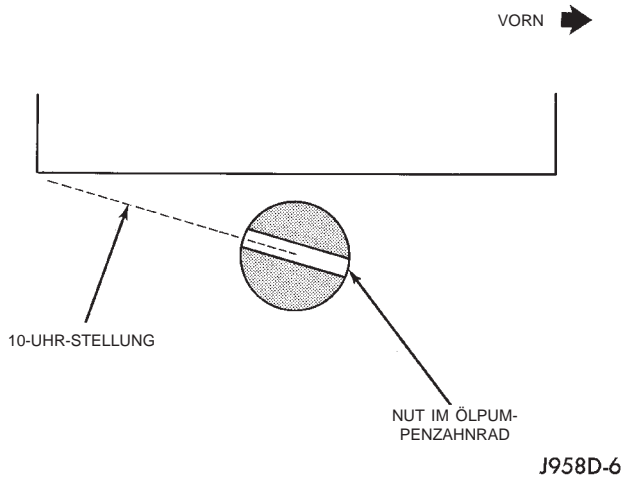
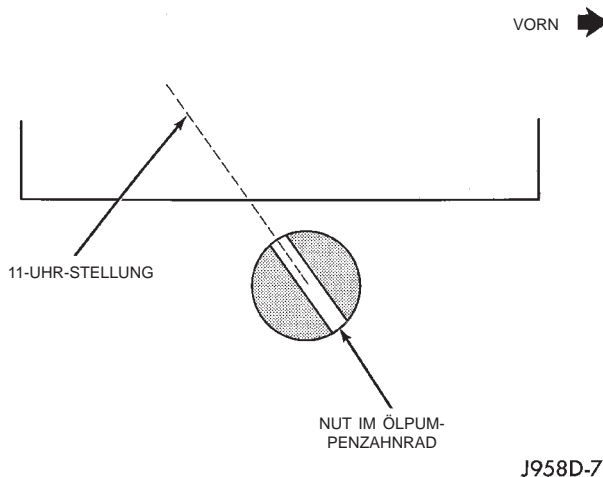

Abb. 33 Nut in 10-Uhr-Stellung—2.5L-Motor
Abb. 34 Nut in 11-Uhr-Stellung—4.0L-Motor
(12) Beim Hochziehen dreht sich der Zündverteiler etwas nach links. Außerdem dreht sich hierbei das Ölpumpenzahnrad leicht nach links. Diese Bewegung erfolgt aufgrund der Schrägverzahnung am Zündverteiler und an der Nockenwelle.
(13) Die Ausbaugelege des Verteilerläufers beim Ausbau des Zündvertelers notieren. Während des Einbaus wird diese Lage als Grundstellung benötigt.
(14) **2.5L-Vierzylindermotor:** Die Nut im Ölpumpenzahnrad durch die Öffnung seitlich am Motor beobachten. Sie muß leicht vor (d. h. links von) der 10-Uhr-Stellung liegen (Abb. 33).
(15) **4.0L-Sechszylindermotor:** Die Nut im Ölpumpenzahnrad durch die Öffnung seitlich am Motor beobachten. Sie muß leicht vor (d. h. links von) der 11-Uhr-Stellung liegen (Abb. 34).
(16) Dichtung zwischen Zündverteiler und Motorblock entfernen und entsorgen.
(1) Wurde die Kurbelwelle nach dem Ausbau des Zündvertelers gedreht, so muß Kolben 1 in die korrekte Zündstellung gebracht werden. Siehe Schritt 5 und Schritt 6 im vorstehenden Abschnitt "Ausbau". Diese Arbeitsschritte sind vor dem Einbau des Zündvertelers durchzuführen.
(2) Lage der Nut im Ölpumpenzahnrad prüfen. Bei 2.5L-Motoren muß die Nut leicht vor der 10-Uhr-Stellung liegen (Abb. 33). Bei 4.0L-Motoren muß die Nut leicht vor der 11-Uhr-Stellung liegen (Abb. 34). Ist dies nicht der Fall, einen Schraubendreher mit